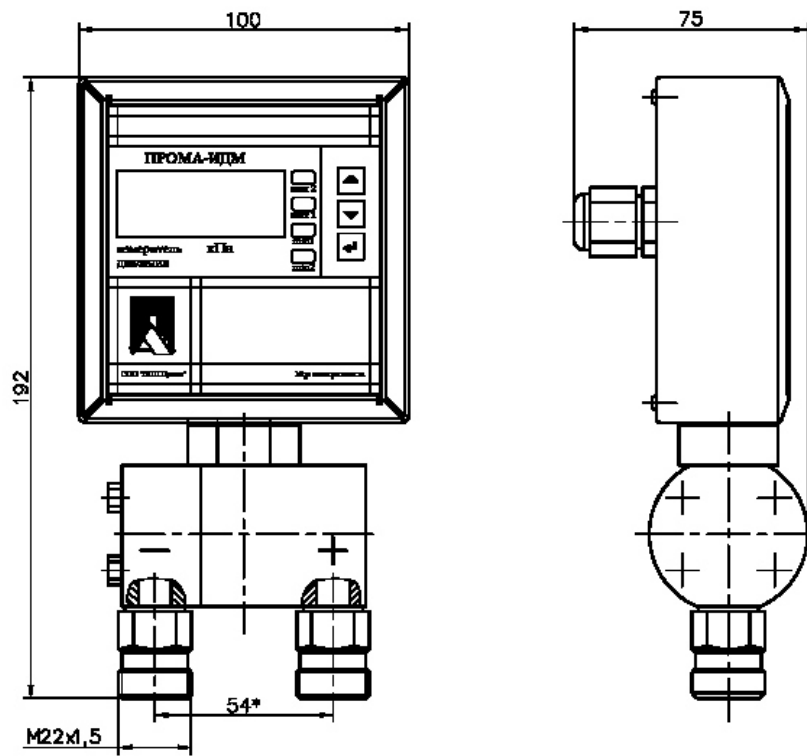

Рис. 3.5.Измеритель Пром-ИДМ-ДД-Р (газ). Исполнение для штуцерно-резьбового монтажа.-моноблок. Габаритный чертёж.
- Рис. 3.5. Измеритель Прома-ИДМ-ДД-Р (газ). Исполнение для штуцерно-резьбового монтажа. Габаритный чертеж.